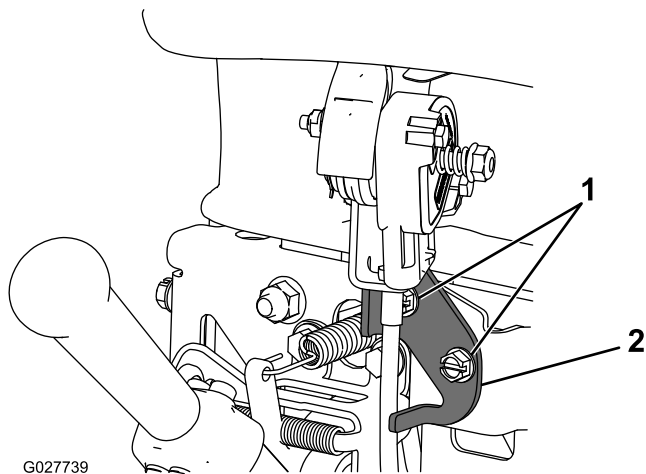

Figure 25
2. Desserrez les 2 fixations de la commande d'accélérateur (Figure 25).